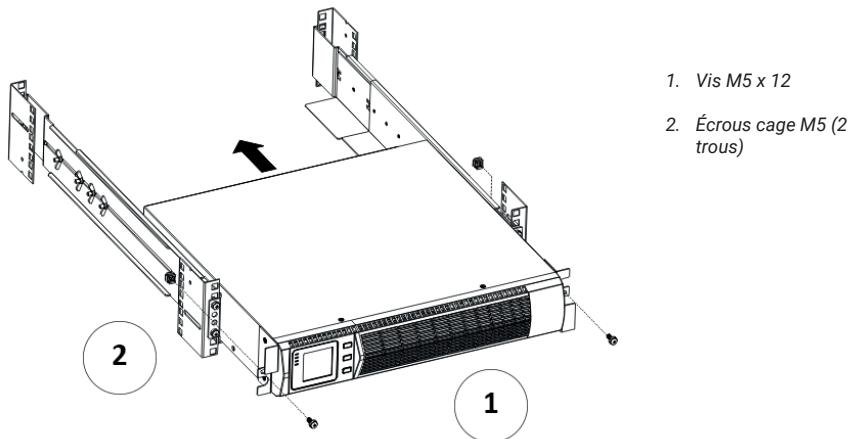

Figure 6 Protection de l'avant de l'armoire
12. Sécurisez l'avant de l'alimentation avec une vis M5 x 12 et un écrou M5 de chaque côté (voir Fig. 6). Fixez la vis inférieure de chaque côté à travers le trou inférieur du support de montage et le trou inférieur de la glissière. Répétez cette manipulation pour toutes les armoires supplémentaires.